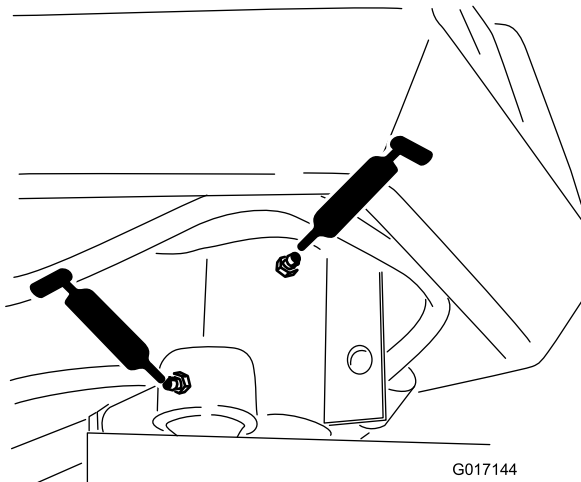

Bild 30
- Lenkgabelwelle (1) (Bild 30)
- Ende der Lenkzylinderstange (Bild 30)